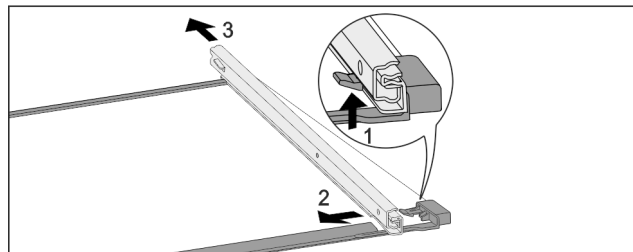

Fig. 133 Sklenená doska s koľajničkami
- ▶ Potlačte predný západkový hák nahor. Fig. 133 (1)
- ▶ Odsuňte vyťahovaciu koľajničku do strany Fig. 133 (2) a dozadu Fig. 133 (3).